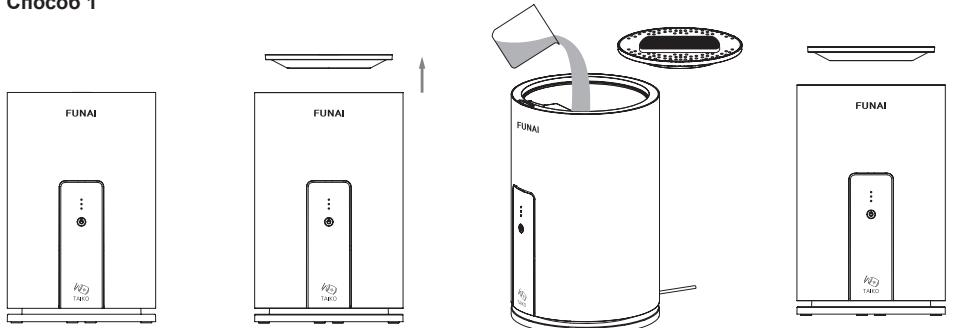
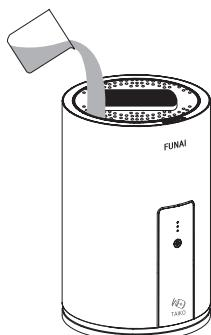

Рис. 2
Рис. 3
- Снимите крышку и залейте воду в резервуар (см. рис. 2) или воспользуйтесь верхним заливом на крышке устройства (см. рис. 3). Температура воды не должна превышать 40 °C.